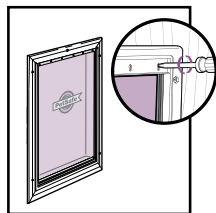

FIG. 13
1. Rimuovere le viti dalla struttura interna della porta per animali domestici (**Fig. 13**).